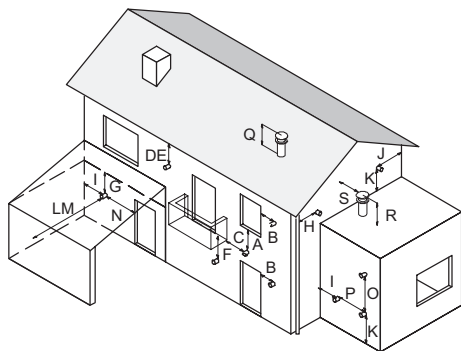

Figura 5.25
- rispettare le distanze minime di Figura 5.25 ed eventuali norme nazionali e locali vigenti.